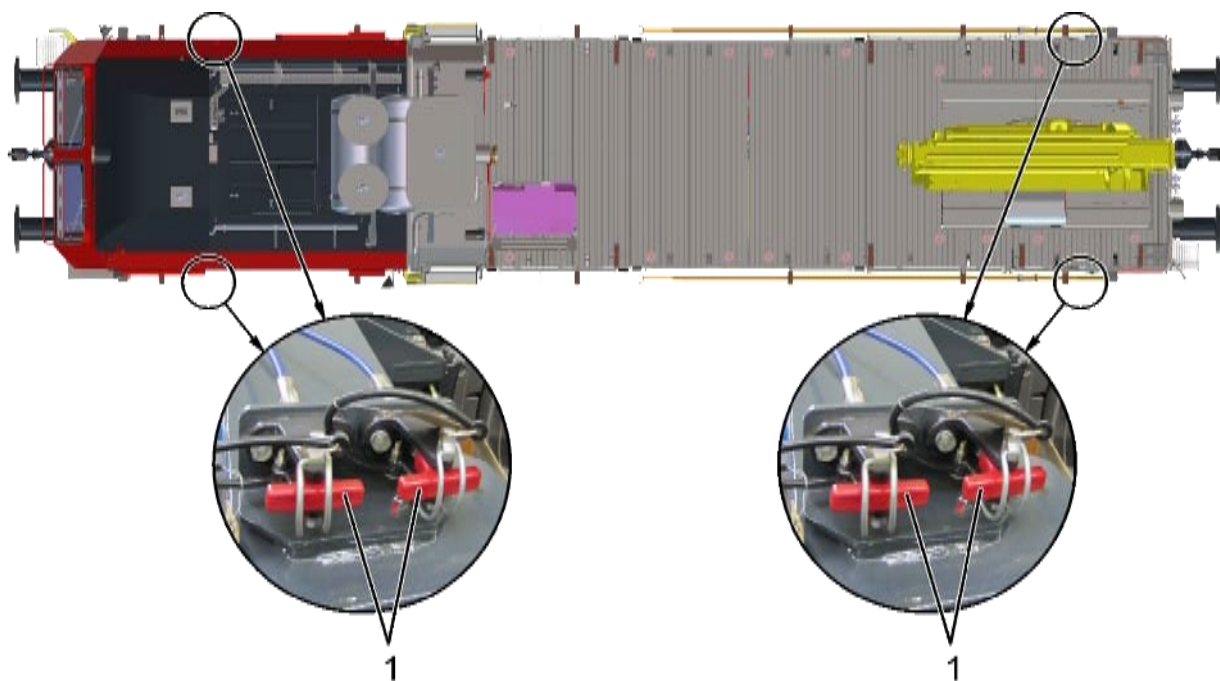
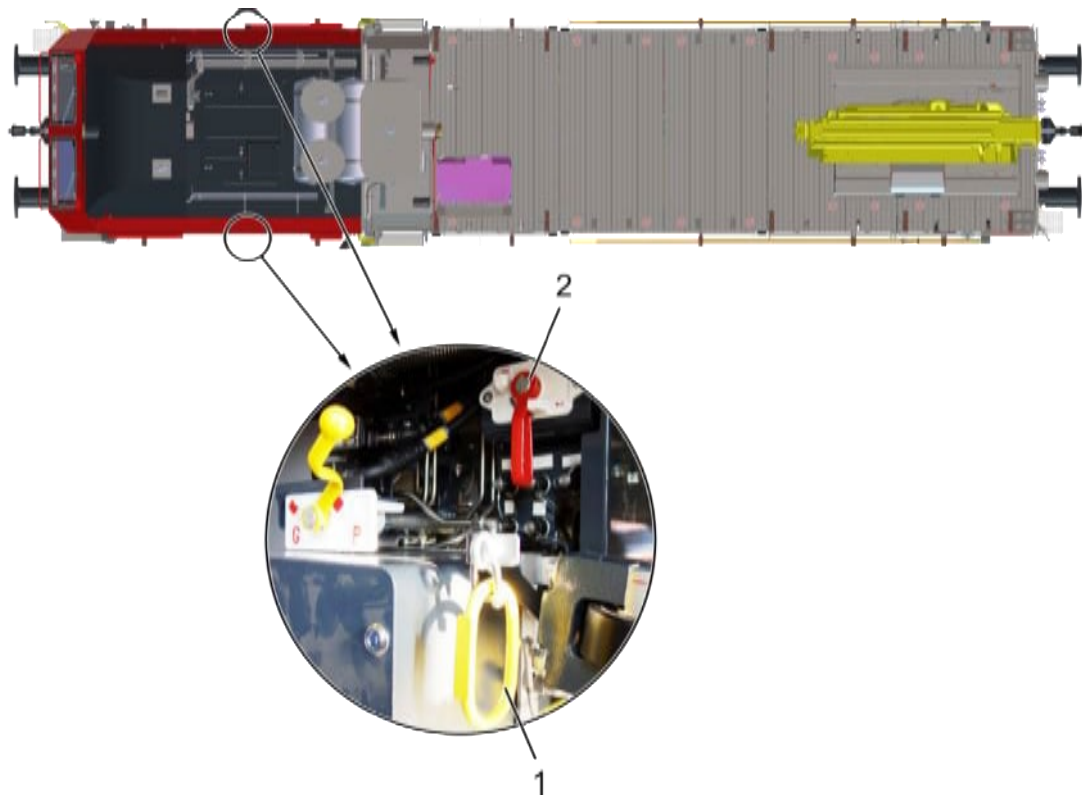

Abb. 150: Lösezug Federspeicherbremse
Abb. 151: Lösezug Betriebsbremse
4. Bremsausschalthehahn, siehe Abb. 151 (2), in Stellung Aus bringen.
5. Lösezug (1) betätigen.
6. Lösezug, siehe Abb. 150 (1), an den beiden Fahrwerken betätigen